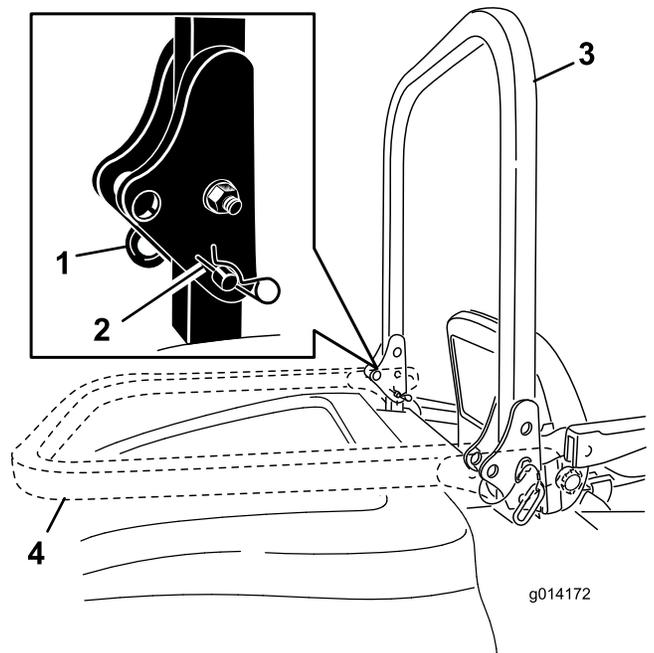

Bild 18
1. Nehmen Sie zum Absenken des Überrollbügels die Splints ab, drücken Sie den Überrollbügel nach vorne gegen die Federn und nehmen Sie die zwei Stifte ab (Bild 18).
2. Senken Sie den Überrollbügel ab (Bild 18).
3. Setzen Sie die zwei Stifte ein und befestigen sie mit den zwei Splints (Bild 18).
- Nehmen Sie zum Aufrichten des Überrollbügels die Splints ab und entfernen Sie die beiden Stifte (Bild 18).
- Richten Sie den Überrollbügel ganz auf und setzen zwei Stifte ein. Befestigen Sie die Stifte mit den Splints (Bild 18).